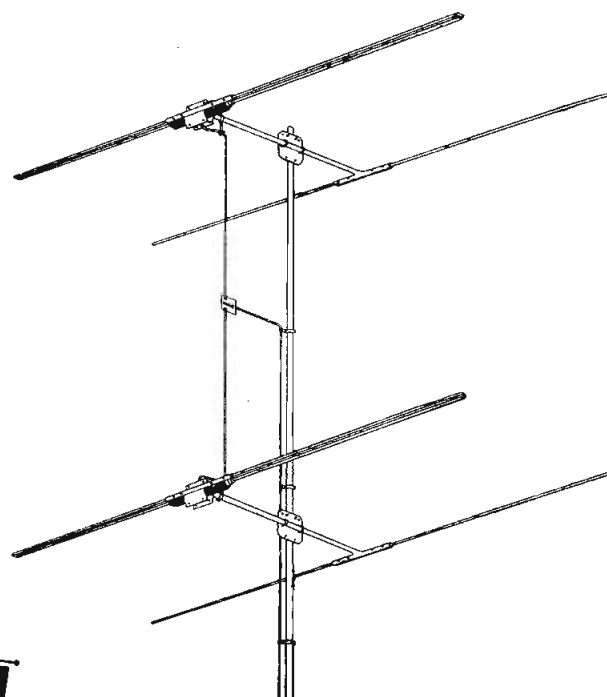

fig. 1
Teneinde de kabel ook bij de isolatoren op trek te ontlasten, wordt op ieder brugstuk zo dicht mogelijk bij de isolator een steunisulator type AT 6006 met beugel type AT 6008 gemonteerd (zie fig. 1).
Bij de onderste antenne moet de invoeropening naar boven zijn gericht. Aangezien moet worden voorkomen, dat water in de isolator dringt, moet men zorgen voor een goede afdichting. Voor meer veiligheid te dien aanzien doet men goed aan de tegenovergestelde zijde van de isolator eveneens een gat te boren, zodat eventueel binnengedrongen water kan ontwijken. Zou er water in de isolator komen, dan zou dit in de pijpen kunnen lopen en moeilijk door verdampen kunnen ontwijken. De beide antennes worden zodanig op de paal bevestigd, dat de verbindingkabel ongeveer strak komt te staan (zie fig. 1).
T.o.v. het in fig. 1 getekende gedeelte van het be-